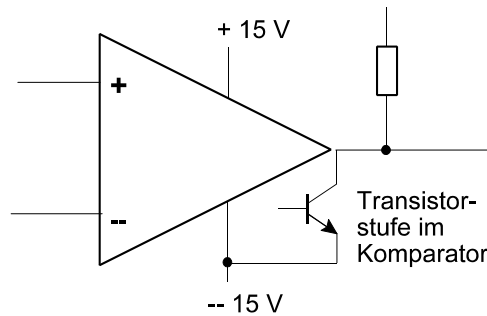

Abb. 1
- Abb. 1 zeigt einen Komparator. Am Ausgang soll der Low-Pegel bei 0 V liegen (Massepotential), der High-Pegel bei + 5 V. Die + 5 V stehen als Betriebsspannung zur Verfügung. Geben Sie eine Schaltungslösung an, die die gewünschten Ausgangspegel erzeugt (nur Prinzipschaltung, keine Dimensionierung).